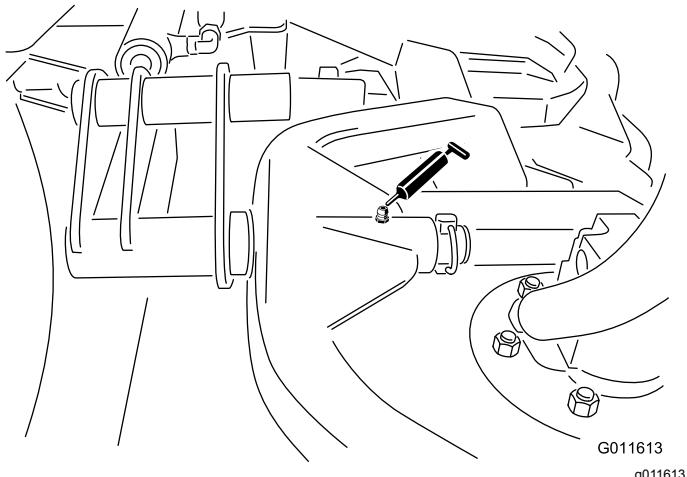

図 29
- カッティングユニットのキャリアフレームのピボット各1— 図 29